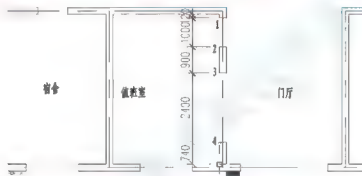

图 3.56 标注值班室内部尺寸
(2) 执行菜单栏中的【标注】|【连续】命令, AutoCAD 自动将连续标注连接到刚刚所标注的 120 尺寸线上。
① 在指定第二条尺寸界线原点或 [放弃(U)/选择(S)] 选择 : 提示下, 捕捉门洞口的左下角点(2处)。
② 在指定第二条尺寸界线原点或 [放弃(U)/选择(S)] 选择 : 提示下, 捕捉窗洞口的左上角点(3处)。
③ 在指定第二条尺寸界线原点或 [放弃(U)/选择(S)] 选择 : 提示下, 捕捉窗洞口的左下角点(4处)。
④ 在指定第二条尺寸界线原点或 [放弃(U)/选择(S)] 选择 : 提示下, 捕捉值班室右下角阴角点, 如图 3.56 所示。